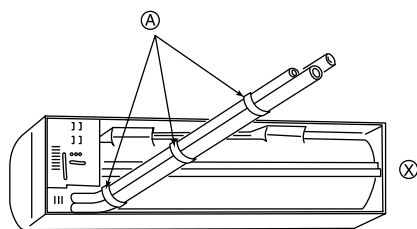
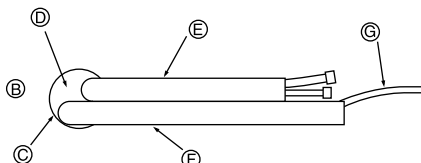

Fig. 3-4
Fig. 3-5
① Tuyautage arrière, droit et inférieur (Fig. 3-4)
- ② Tuyautage gauche et arrière gauche
②-① Pour le tuyautage arrière gauche, sortir les tuyaux de l'orifice pour déterminer leur longueur correcte puis les couder. L'appareil intérieur devrait être installé sur la structure de montage mural. (Fig. 3-5)